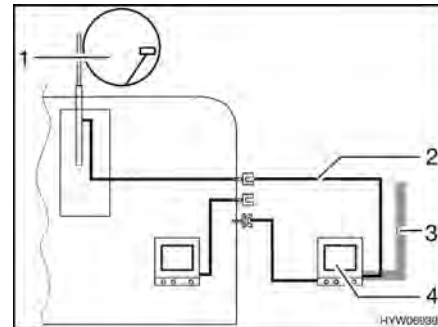

Bild 120 TV i förtältet
- TV i förtältet (Bild 120,4): Anslutning till takantenn (Bild 120,1) med anslutningskabel (Bild 120,2)
- TV i förtältet (Bild 120,4): Anslutning till extern antenn (Bild 120,3)